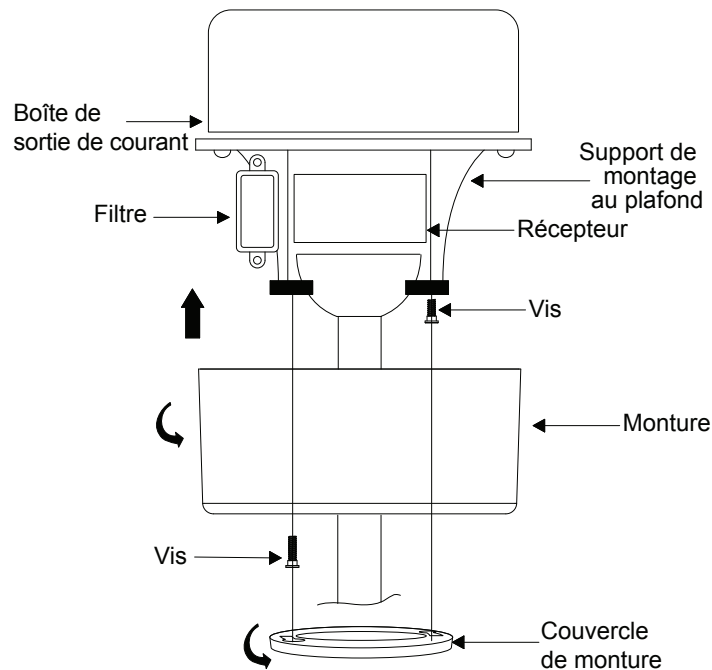

Fig. 15
Étape 2. Faites glisser la monture vers le haut jusqu'au support de montage et placez l'une des fentes en trou de serrure par-dessus la vis de montage du support de montage. Tournez la monture jusqu'à ce que la tête de vis se verrouille en place dans la section étroite du trou de serrure. (Fig. 15)